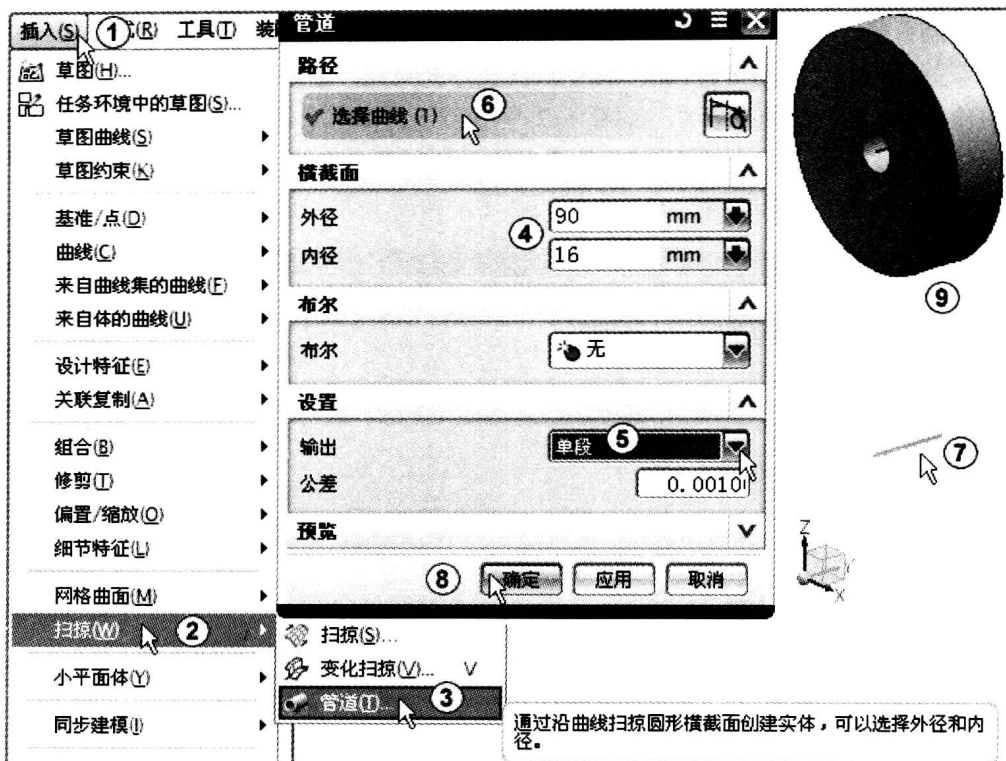

图 1-9 创建管道
(8) 建立管道。单击菜单“插入”→“扫掠”→“管道”，如图 1-9 中①~③所示。系统弹出“管道”对话框，在“横截面”栏中输入“外径”为 90，“内径”为 16，如图 1-9 中④所示。在“设置”栏中选择“输出”为“单段”，如图 1-9 中⑤所示。单击“路径”栏中的“选择曲线”，如图 1-9 中⑥所示。移动鼠标选择如图 1-9 中⑦所示的直线作为路径，其他采用默认设置。单击“确定”图标按钮，结果如图 1-9 中⑧所示。